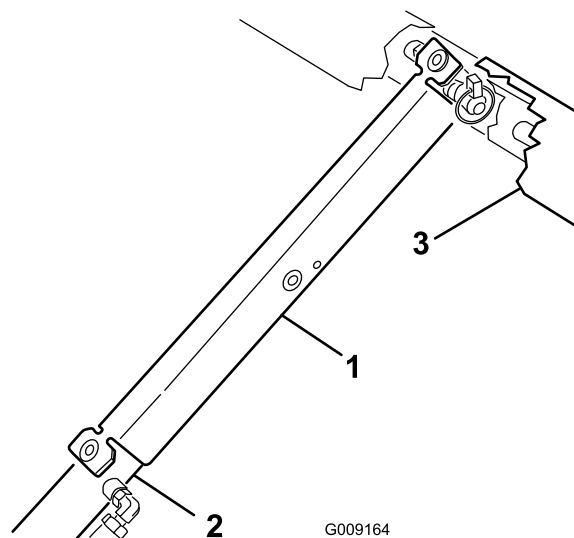

Figura 29
3. Empuje el soporte de la plataforma sobre el pistón, asegurándose de que los extremos del soporte descansan sobre el extremo del cilindro y sobre el extremo del pistón (Figura 29).